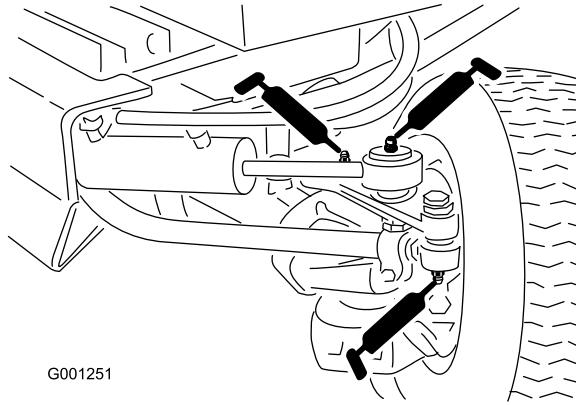

Figura 45
- Rótulas de direcção (2) (Figura 45)
- Extremidades da haste do cilindro (2) (Figura 45)
- Articulações da direcção (Figura 45)
- Pino de articulação do eixo (Figura 45)